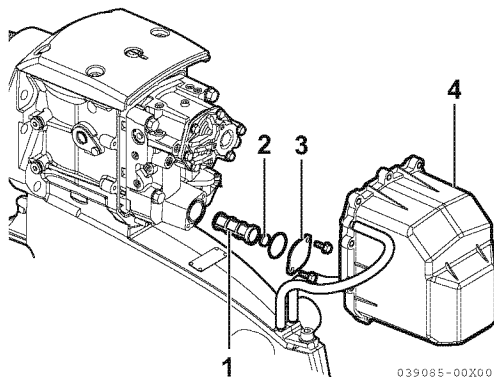

Abbildung 13
8. Gehäuseabdeckung (4, **Abbildung 13**), Filterdeckel (3, **Abbildung 13**), Magnet (2, **Abbildung 13**) und Filter (1, **Abbildung 13**) entfernen. Filter und Magnet reinigen oder austauschen.